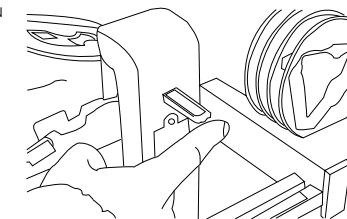

Fig. 9
5. Positionner le dispositif de mesure latérale (règle) de manière à ce qu'il touche le disque gradué, qui est la référence nécessaire pour marquer la déviation latérale ou médiane du taquet. (Fig. 9)